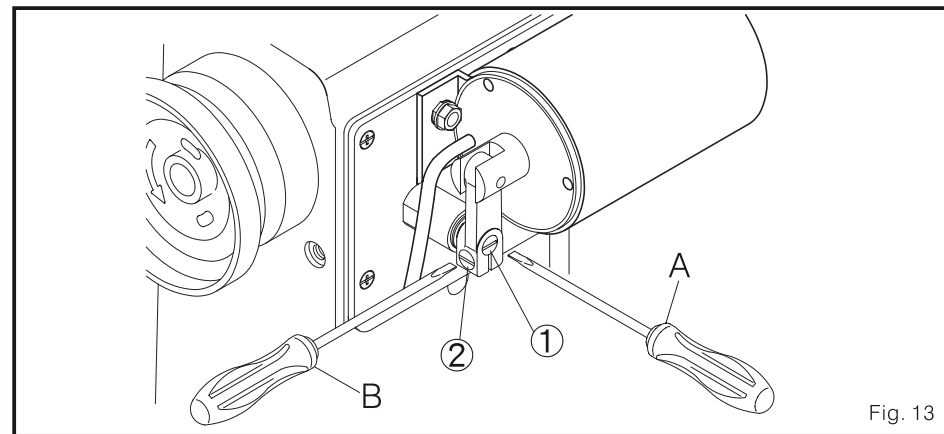

Fig. 13
(2) ajusta a altura do pé apertapanos (Fig. 13)